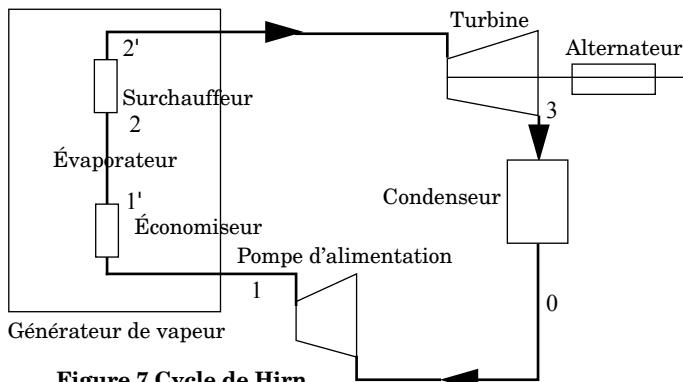

Figure 7 Cycle de Hirn
- a) Représenter l'allure du cycle de Hirn (figure 7) décrit par le fluide dans le diagramme (P, v). On supposera que l'eau à la sortie de la turbine est sur le palier d'équilibre liquide-vapeur à T_1 .